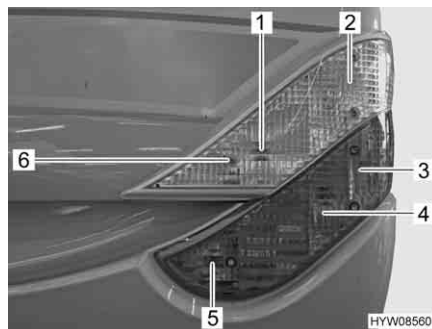

Fig. 169 Luci posteriori (lato anteriore)
- Svitare le sei viti ad esagono cavo (Fig. 169,6)